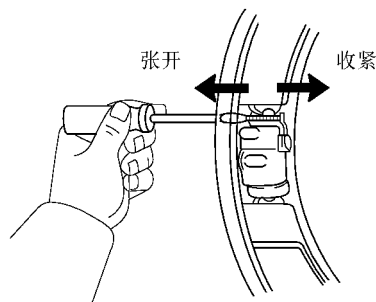

图 15-17 用螺钉旋具旋动调整螺母
3) 使用螺钉旋具旋动调整螺母直至车轮被锁上。然后再旋动调整螺母直至车轮能自由转动为止,如图 15-17 所示。